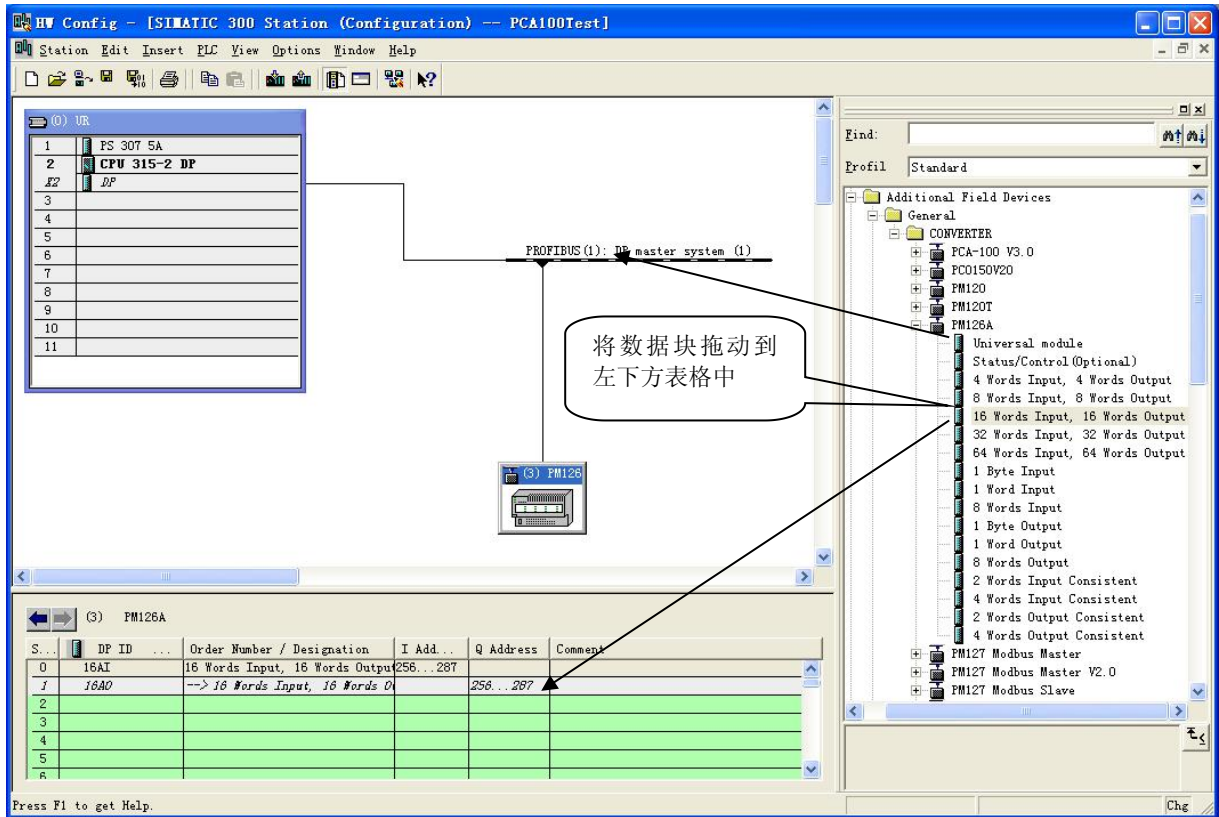

图 10
11. 将从站 PM-126A 配入到 PROFIBUS 网络配置当中，并将输入输出数据块映射到 S7-300 或者其它控制器的内存当中。如图 10: